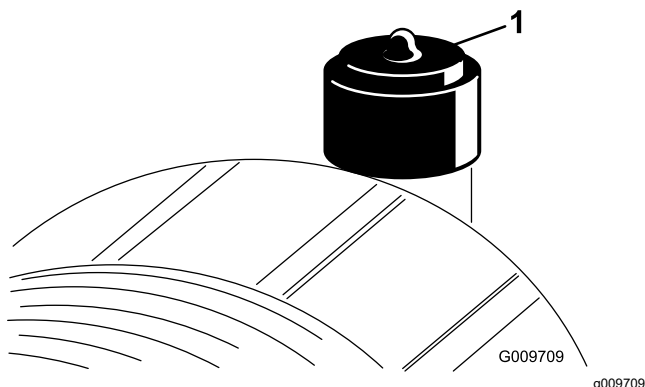

Figure 69
Faites l'entretien du filtre à air uniquement quand l'indicateur de colmatage (Figure 69) indique que cela est nécessaire. Changer le filtre à air prématurément ne fait qu'accroître le risque de contamination du moteur par des impuretés quand le filtre est déposé.
6. Réarmez l'indicateur de colmatage (Figure 69) s'il est rouge.